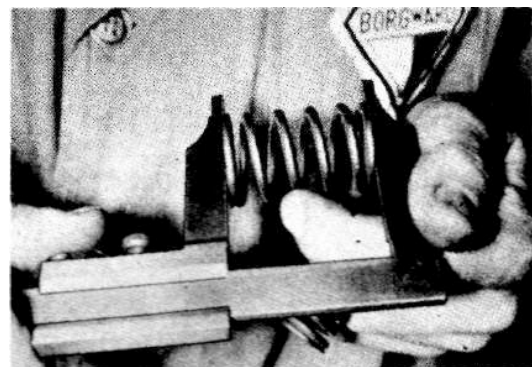

Bild 4-89
3. Ventildedern auf Wiederverwendbarkeit hin prüfen. Länge der äusseren Feder ungespannt 52 mm, Länge der inneren Feder ungespannt 45 mm. (Bild 4-89) (Schieblehre)